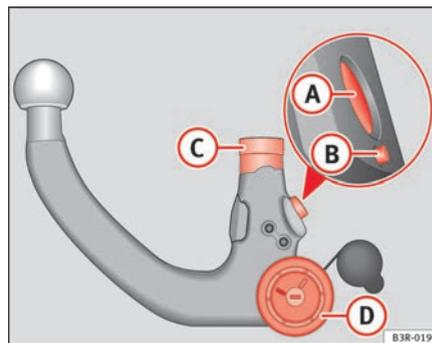

Fig. 150 Dispositivo de reboque desmontável: Rótula
- Verifique se o perno de bloqueio (A), a alavanca de desengate (B), o perno de encaixe (C) e a roda recartilhada (D) ⇒ página 200, fig. 150 da rótula não estão sujos nem deteriorados.